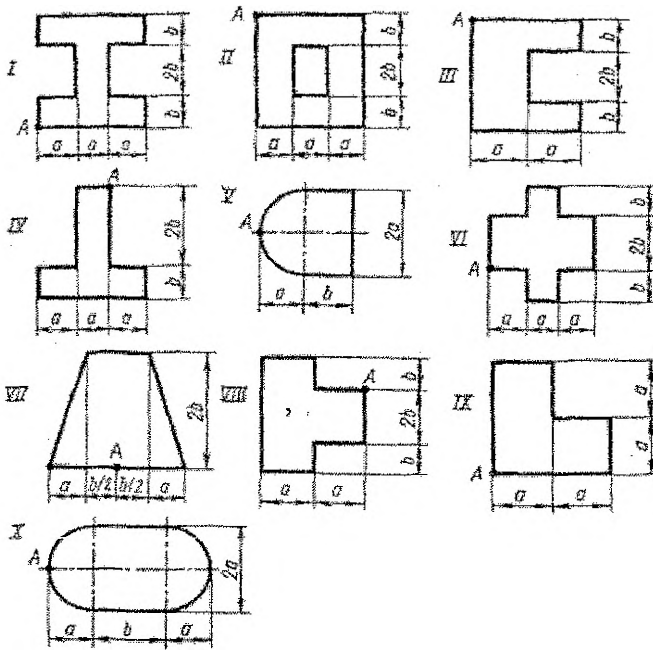

Рисунок 8 – Схемы колонн
**Задача 8.** Короткая бетонная колонна, поперечное сечение которой изображено на рис. 8, сжимается продольной силой  $F$ , приложенной в точке  $A$ . Требуется: 1) вычислить наибольшее растягивающее и наибольшее сжимающее напряжения в поперечном сечении, выразив эти напряжения через  $F$  и размеры сечения; 2) найти допустимую нагрузку  $F$  при заданных размерах сечения и расчётных сопротивлениях для материала на сжатие  $R_c$  и на растяжение  $R_p$ . Данные взять из табл. 8.